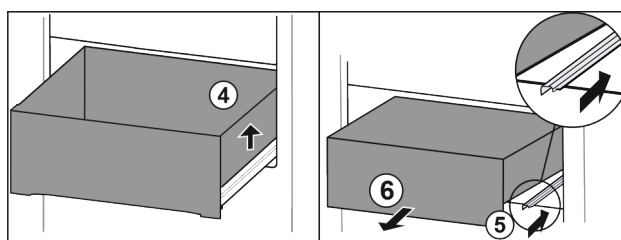

Fig. 90
- ▶ Sollevare il cassetto a destra. Fig. 90 (4)
- ▶ Inserire la guida destra. Fig. 90 (5)
- ▶ Rimuovere il cassetto tirandolo in avanti. Fig. 90 (6)